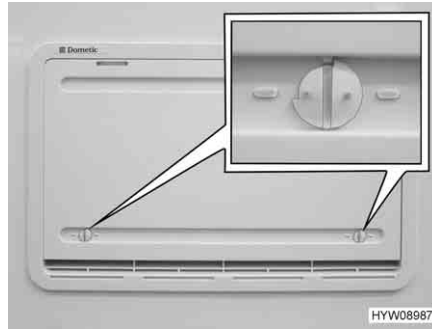

Fig. 131 Protection hivernale
Quand le réfrigérateur doit être utilisé à basses températures extérieures, le fabricant recommande d'employer une protection hivernale (Fig. 131) pour ses grilles d'aération du réfrigérateur.
- Ouvrir les deux dispositifs de verrouillage (Fig. 131) (la rainure est à l'horizontale).